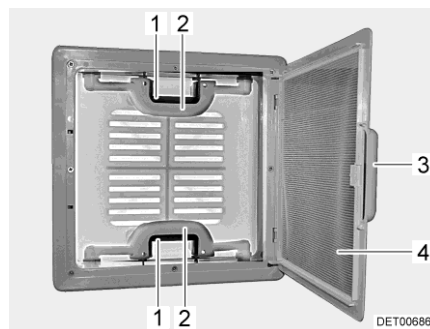

Bild 48 Dachhaube mit Schnappverschluss
- Am Griff (Bild 48,3) ziehen.
- Insektenschutz (Bild 48,4) nach unten klappen.
- Schnappverschluss (Bild 48,1) zur Innenseite der Dachhaube drücken. Gleichzeitig mit dem Griff (Bild 48,2) die Dachhaube nach oben drücken.
- Insektenschutz (Bild 48,4) nach oben schwenken, bis er einrastet.
- An beiden Griffen (Bild 48,2) die Dachhaube kräftig nach unten ziehen, bis beide Schnappverschlüsse (Bild 48,1) eingerastet sind.